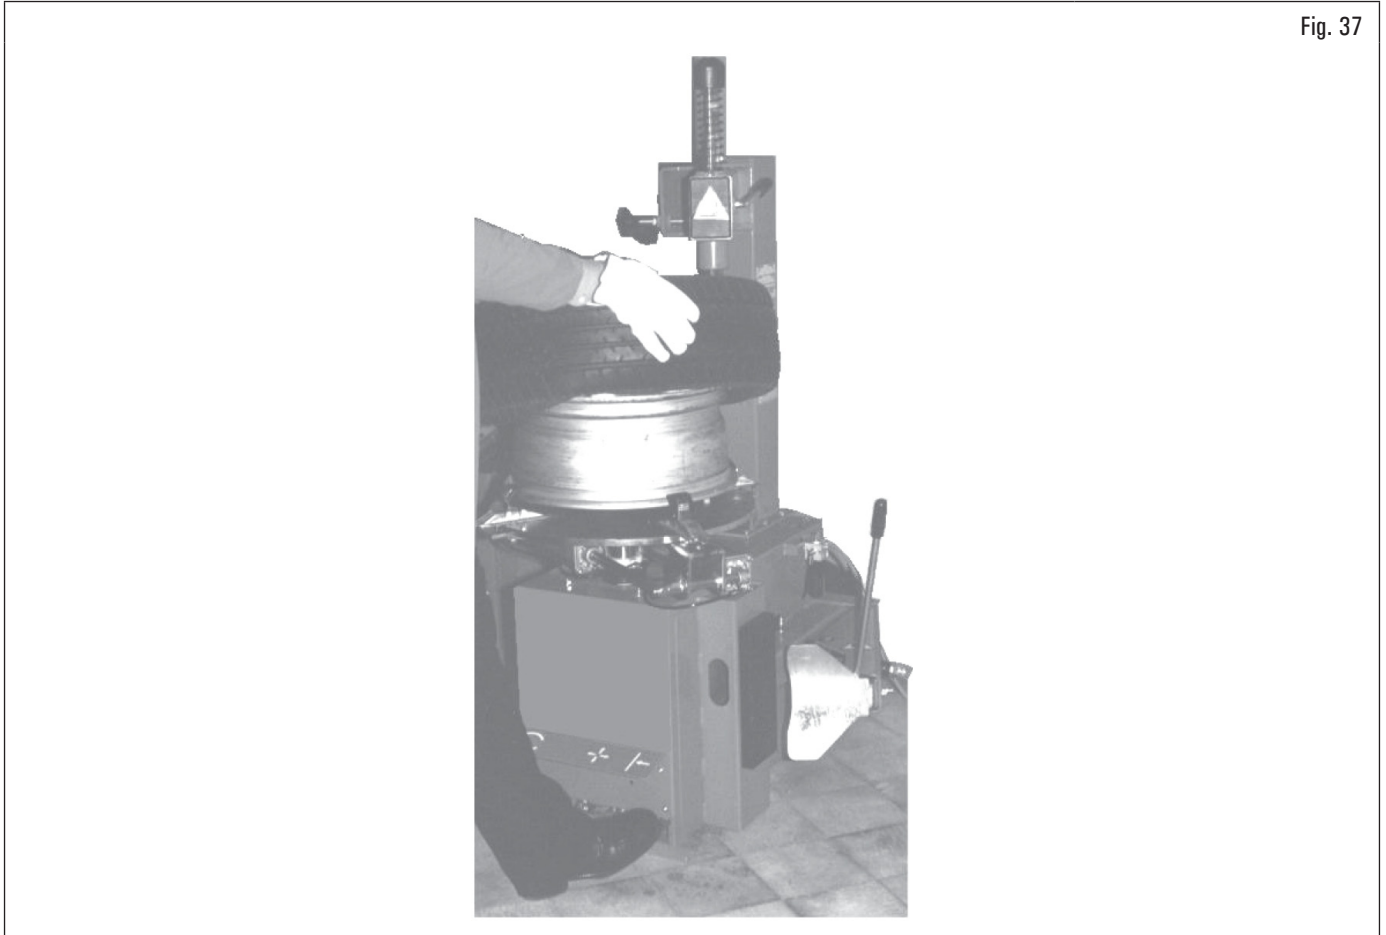

Fig. 37
2. mettre en place le pneumatique sur la jante et positionner la tête outil de montage sur le bord externe de la jante (Fig. 37) ;